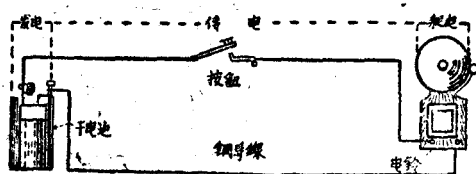

图14 实用电路
⑧简单电路：一个电路是用导线联接而成的通路，可使电子流通，将电能从一点轉移到另一点。最简单的电路可以象图14。